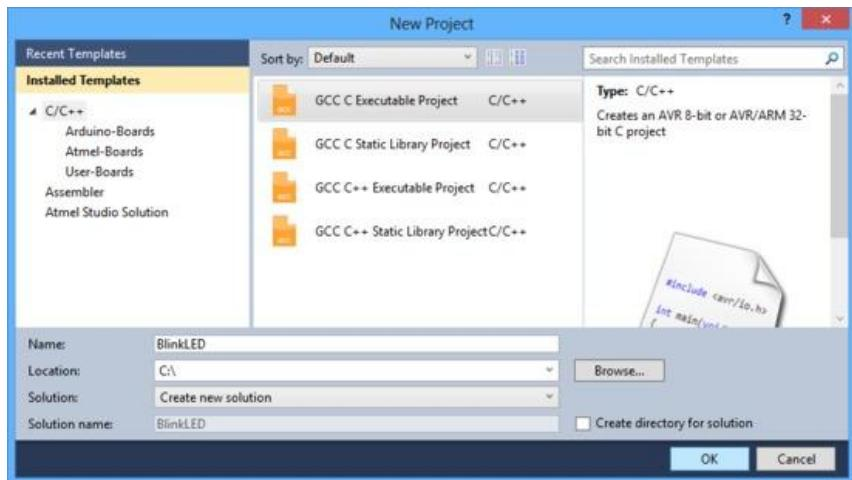

Рисунок 2.1 – Діалогове вікно New Project в Atmel Studio 6
1. Відкрийте *Atmel Studio 6.2* та виберіть **New Project**. У діалоговому вікні **New Project**, виберіть **GCC C Executable Project** як шаблон для створення C коду (рис.2.1). Введіть ім’я проекту і вкажіть місце де він буде зберігатися. Назовемо наш проект “*BlinkLED*”. Зніміть пропорець **Create directory for solution** для спрощення структури каталогів проекту. Клікніть **OK**.